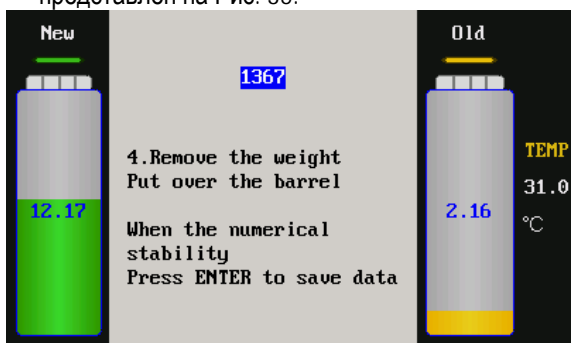

Рис. 35
- 6) Если значение, отображаемое на интерфейсе, является устойчивым, нажать кнопку ENTER еще раз для сохранения данных. Интерфейс представлен на Рис. 35.